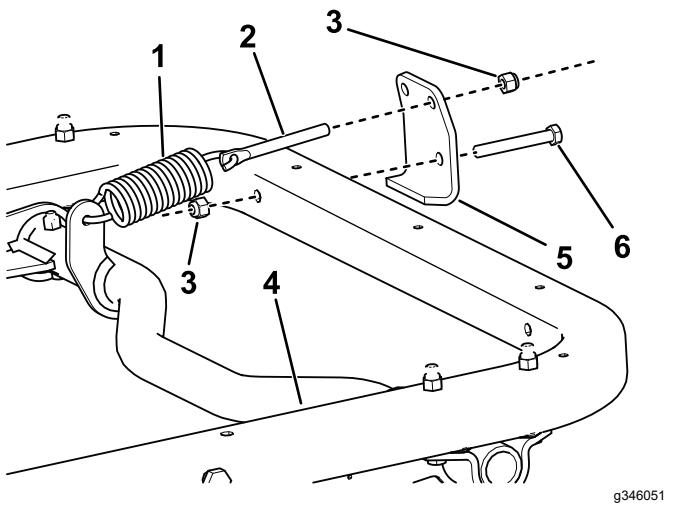

Figura 6
Nota: Posicione a barra da mola como se mostra na Figura 6.
- Nota:** Posicione o suporte da mola como se mostra na Figura 6.